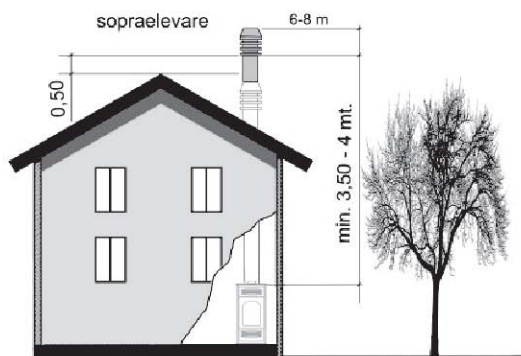

Fig.4
- Il comignolo deve essere posizionato in modo da garantire un'adequata dispersione e diluizione dei prodotti della combustione e comunque al di fuori della zona di reflusso. Tale zona ha dimensioni e forme diverse in funzione dell'angolo di inclinazione della copertura, per cui risulta necessario adottare le altezze minime riportate in *fig.4* e in *fig.5*.
- Il comignolo dovrà essere del tipo antivento e superare l'altezza del colmo *fig.4* e *fig.5*.
- Eventuali fabbricati o altri ostacoli che superano l'altezza del comignolo non dovranno essere a ridosso del comignolo stesso (*fig.4*).